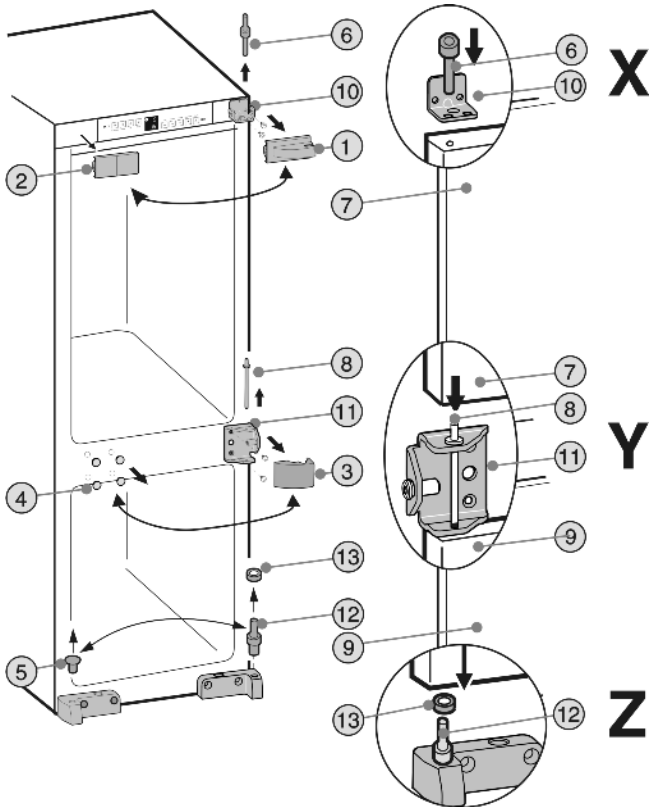

Fig. 3
► Staccare gli elementi di copertura Fig. 3 (1,2,3,4,5).
- Svitare il perno cuscinetto superiore Fig. 3 (6) dalla porta del vano frigorifero Fig. 3 (7).
- Ribaltare leggermente in avanti la porta del vano frigorifero Fig. 3 (7) e toglierla sollevando verso l'alto.
- Estrarre il perno cuscinetto centrale Fig. 3 (8).
- Staccare la porta del vano congelatore Fig. 3 (9).
- Svitare il blocco di supporto superiore Fig. 3 (10) e il blocco di supporto centrale Fig. 3 (11) e riavvitare sul lato opposto con le stesse viti a **4 Nm**.
- Cambiare di posizione al perno cuscinetto inferiore Fig. 3 (12) con rondella Fig. 3 (13).
- Appoggiare la porta del vano congelatore in basso sul perno cuscinetto Fig. 3 (12) e sulla rondella Fig. 3 (13). **Dettaglio Z**
- Inserire il perno cuscinetto centrale Fig. 3 (8) mediante il blocco di supporto centrale Fig. 3 (11) nel supporto della porta. **Dettaglio Y**
- Appoggiare la porta del vano frigorifero sul perno cuscinetto centrale Fig. 3 (8). **Dettaglio Y**
- Inserire il perno di supporto superiore Fig. 3 (6) attraverso un foro **esterno** nel blocco di supporto Fig. 3 (10) all'interno del supporto della porta del vano frigorifero Fig. 3 (7) e **serrare fermamente a 4 Nm. Dettaglio X**
- Rimontare gli elementi di copertura Fig. 3 (1,2,3,4,5) ruotati di 180 gradi rispettivamente sul lato opposto.